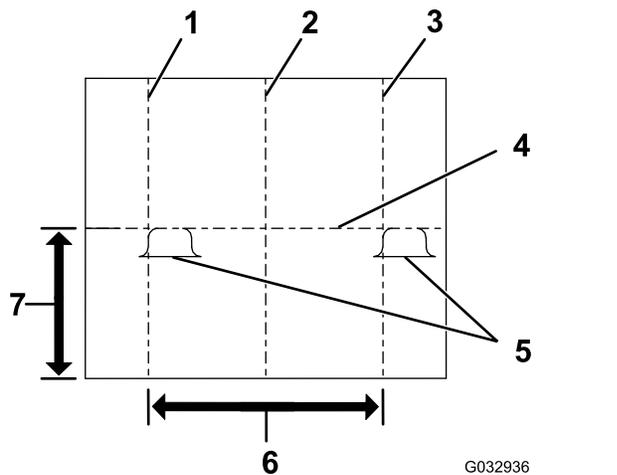

Figura 48
4. Marque la línea central vertical del vehículo en la pantalla (Figura 48).
5. Marque la línea central vertical de los faros en la pantalla (Figura 48).
6. Marque la línea central horizontal de los faros en la pantalla (Figura 48).
7. Ajuste los faros del quitanieves hasta que los puntos más luminosos de las luces bajas del quitanieves estén alineados como se muestra en la Figura 48.